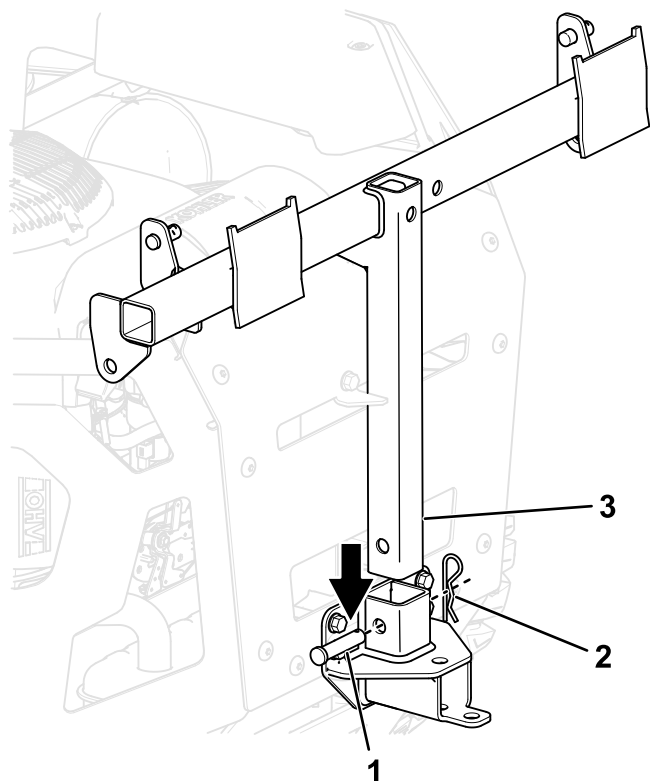

Рисунок 15
4. Установите раму травосборника на монтажный кронштейн травосборника, используя шплинтуемый штифт и игольчатый шплинт (Рисунок 15).